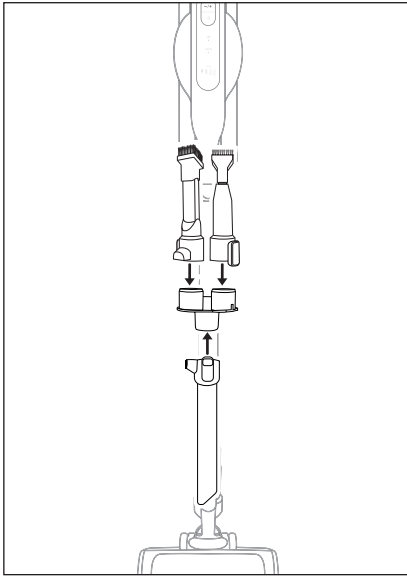

Abb. 17
- ◆ Entfernen Sie Zubehör vom Gerät und stecken Sie es zur Aufbewahrung auf die Zubehörhalterung **17** (siehe Abbildung 17).